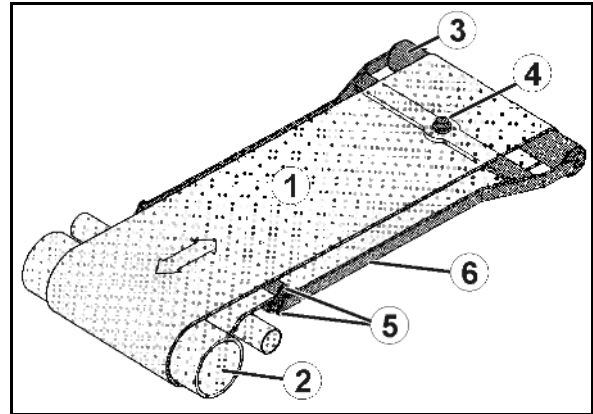

Bild 71
1. Skruva av båda täckkåporna (Bild 71/1) på bromstrummans insida.
Smuts som trängt in kan lägga sig på bromsbeläggen (Bild 71/2) och försämra bromseffekten.